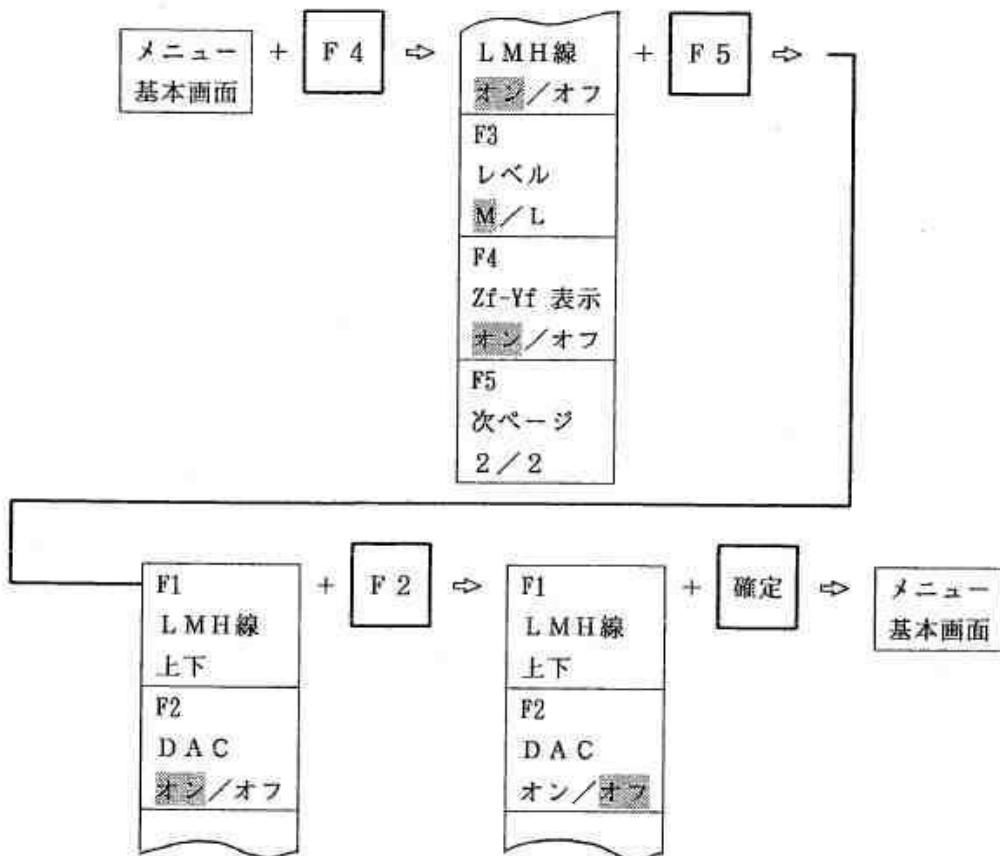

図 9.3.15 DAC オンからオフの手順
- ① 選択キー [F 4] を1回押すと図 9.3.15 の上の選択メニューが表示されます。更に選択キー [F 5] を1回押すと図 9.3.15 の下の選択メニューが表示されます。